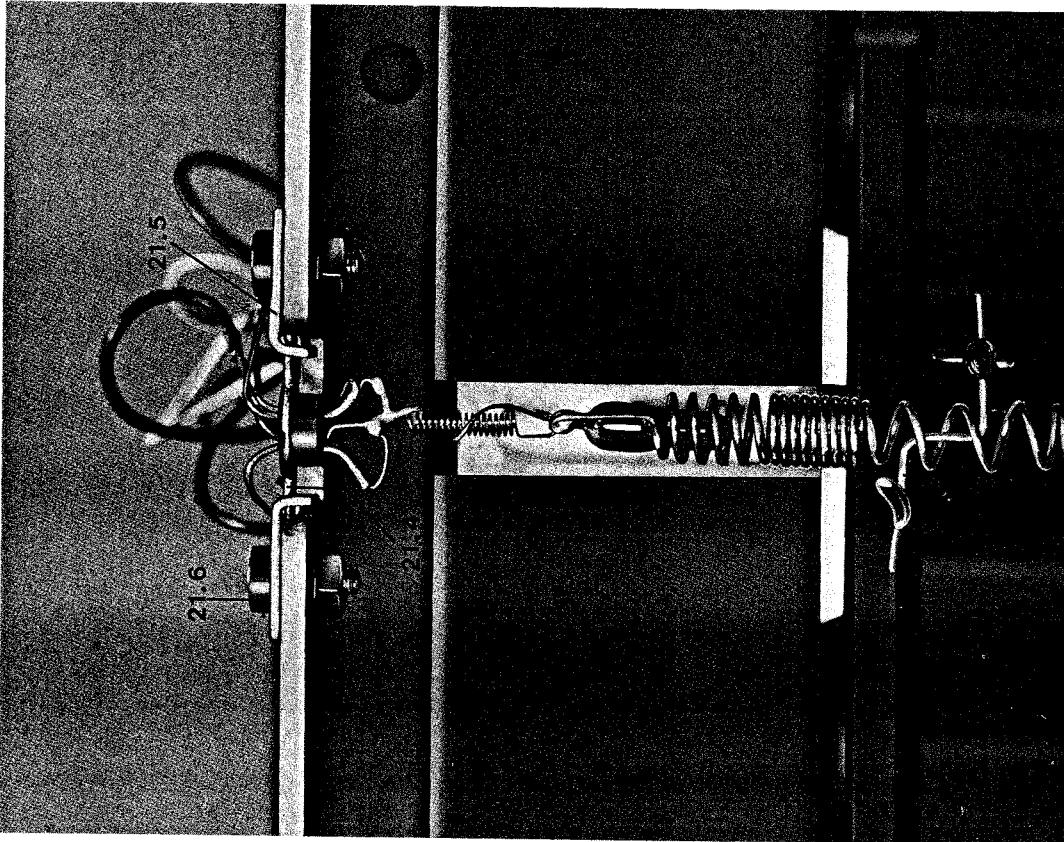

Abb. 7
- 8.1.4 daß die Federn bzw. die Rähmchen nicht an den Magneten im Luftspalt anliegen (siehe Abb. 7).
- 8.1.5 daß die Federn nicht an den Hubbegrenzungen (21.8) anliegen (siehe Abb. 7).
- 8.1.6 daß die Rähmchenanschlußdrähte nicht die Federn berühren (siehe Abb. 7).
- 8.1.7 Die Rähmchen sollen im Luftspalt unter einem Winkel von $45^\circ \pm 5^\circ$ stehen (siehe Abb. 7) und den erforderlichen Widerstand aufweisen. Der Widerstand wird zwischen den Steckerstiften an den Steckern der Halleinheit gemessen. Die Widerstände sollen zwischen den Steckerstiften
- 8.1.4 the springs or coils should not touch the magnet in the air gap (see fig. 7).
- 8.1.5 the springs should not touch the movement limiters (21.8; see fig. 7).
- 8.1.6 the thin wires from the coil connections should not touch the springs (see fig. 7).
- 8.1.7 The small coils should be positioned in the air gap of the magnet in an angle of $45^\circ \pm 5^\circ$ (see fig. 7) and should have the necessary resistance. The resistance is measured between the pins of the reverb unit connector and should have a value of: